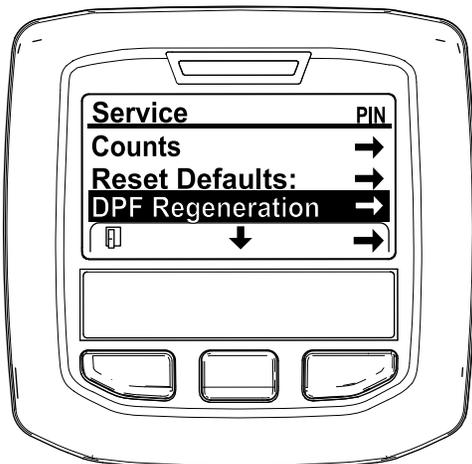

Рисунок 43
3. В SERVICE MENU (МЕНЮ ТЕХОБСЛУЖИВАНИЯ) нажмите и удерживайте в нажатом положении среднюю кнопку, пока не появится опция DPF REGENERATION (РЕГЕНЕРАЦИЯ DPF), затем нажмите правую кнопку, чтобы выбрать опцию DPF REGENERATION (РЕГЕНЕРАЦИЯ DPF) (Рисунок 43).